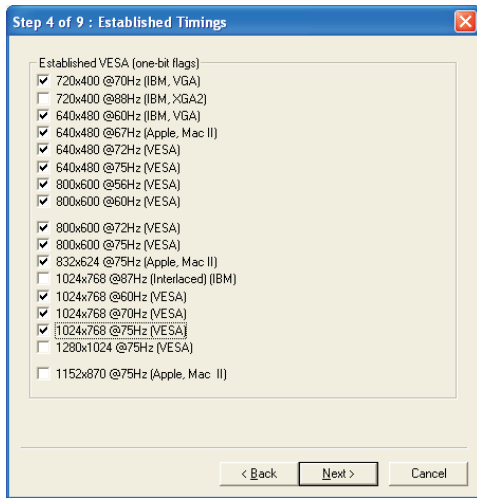

Fig. 17
3. Click **Next** , bring up Fig. 17.